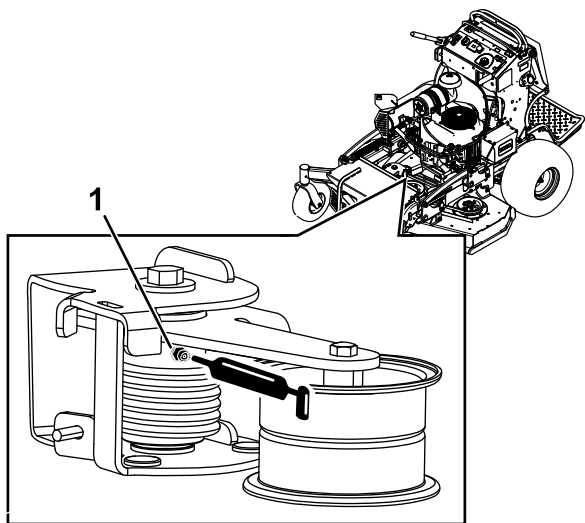

Figura 46
3. Engrase el brazo tensor de la carcasa del cortacésped, usando grasa para altas temperaturas, en el engrasador indicado en Figura 46.